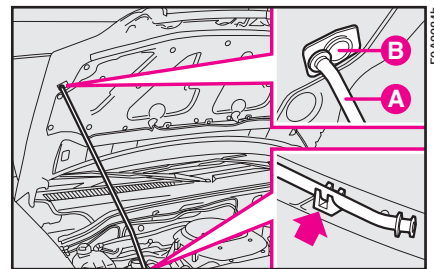

рис. 135
4) Поднимите капот; одновременно освободите из фиксатора опорную штангу **A** (рис. 135). Вставьте конец штанги в гнездо **B** капота.
1) Приподняв капот одной рукой, другой выведите штангу **A** (рис. 135) из гнезда **B** и установите её в соответствующих фиксаторах.